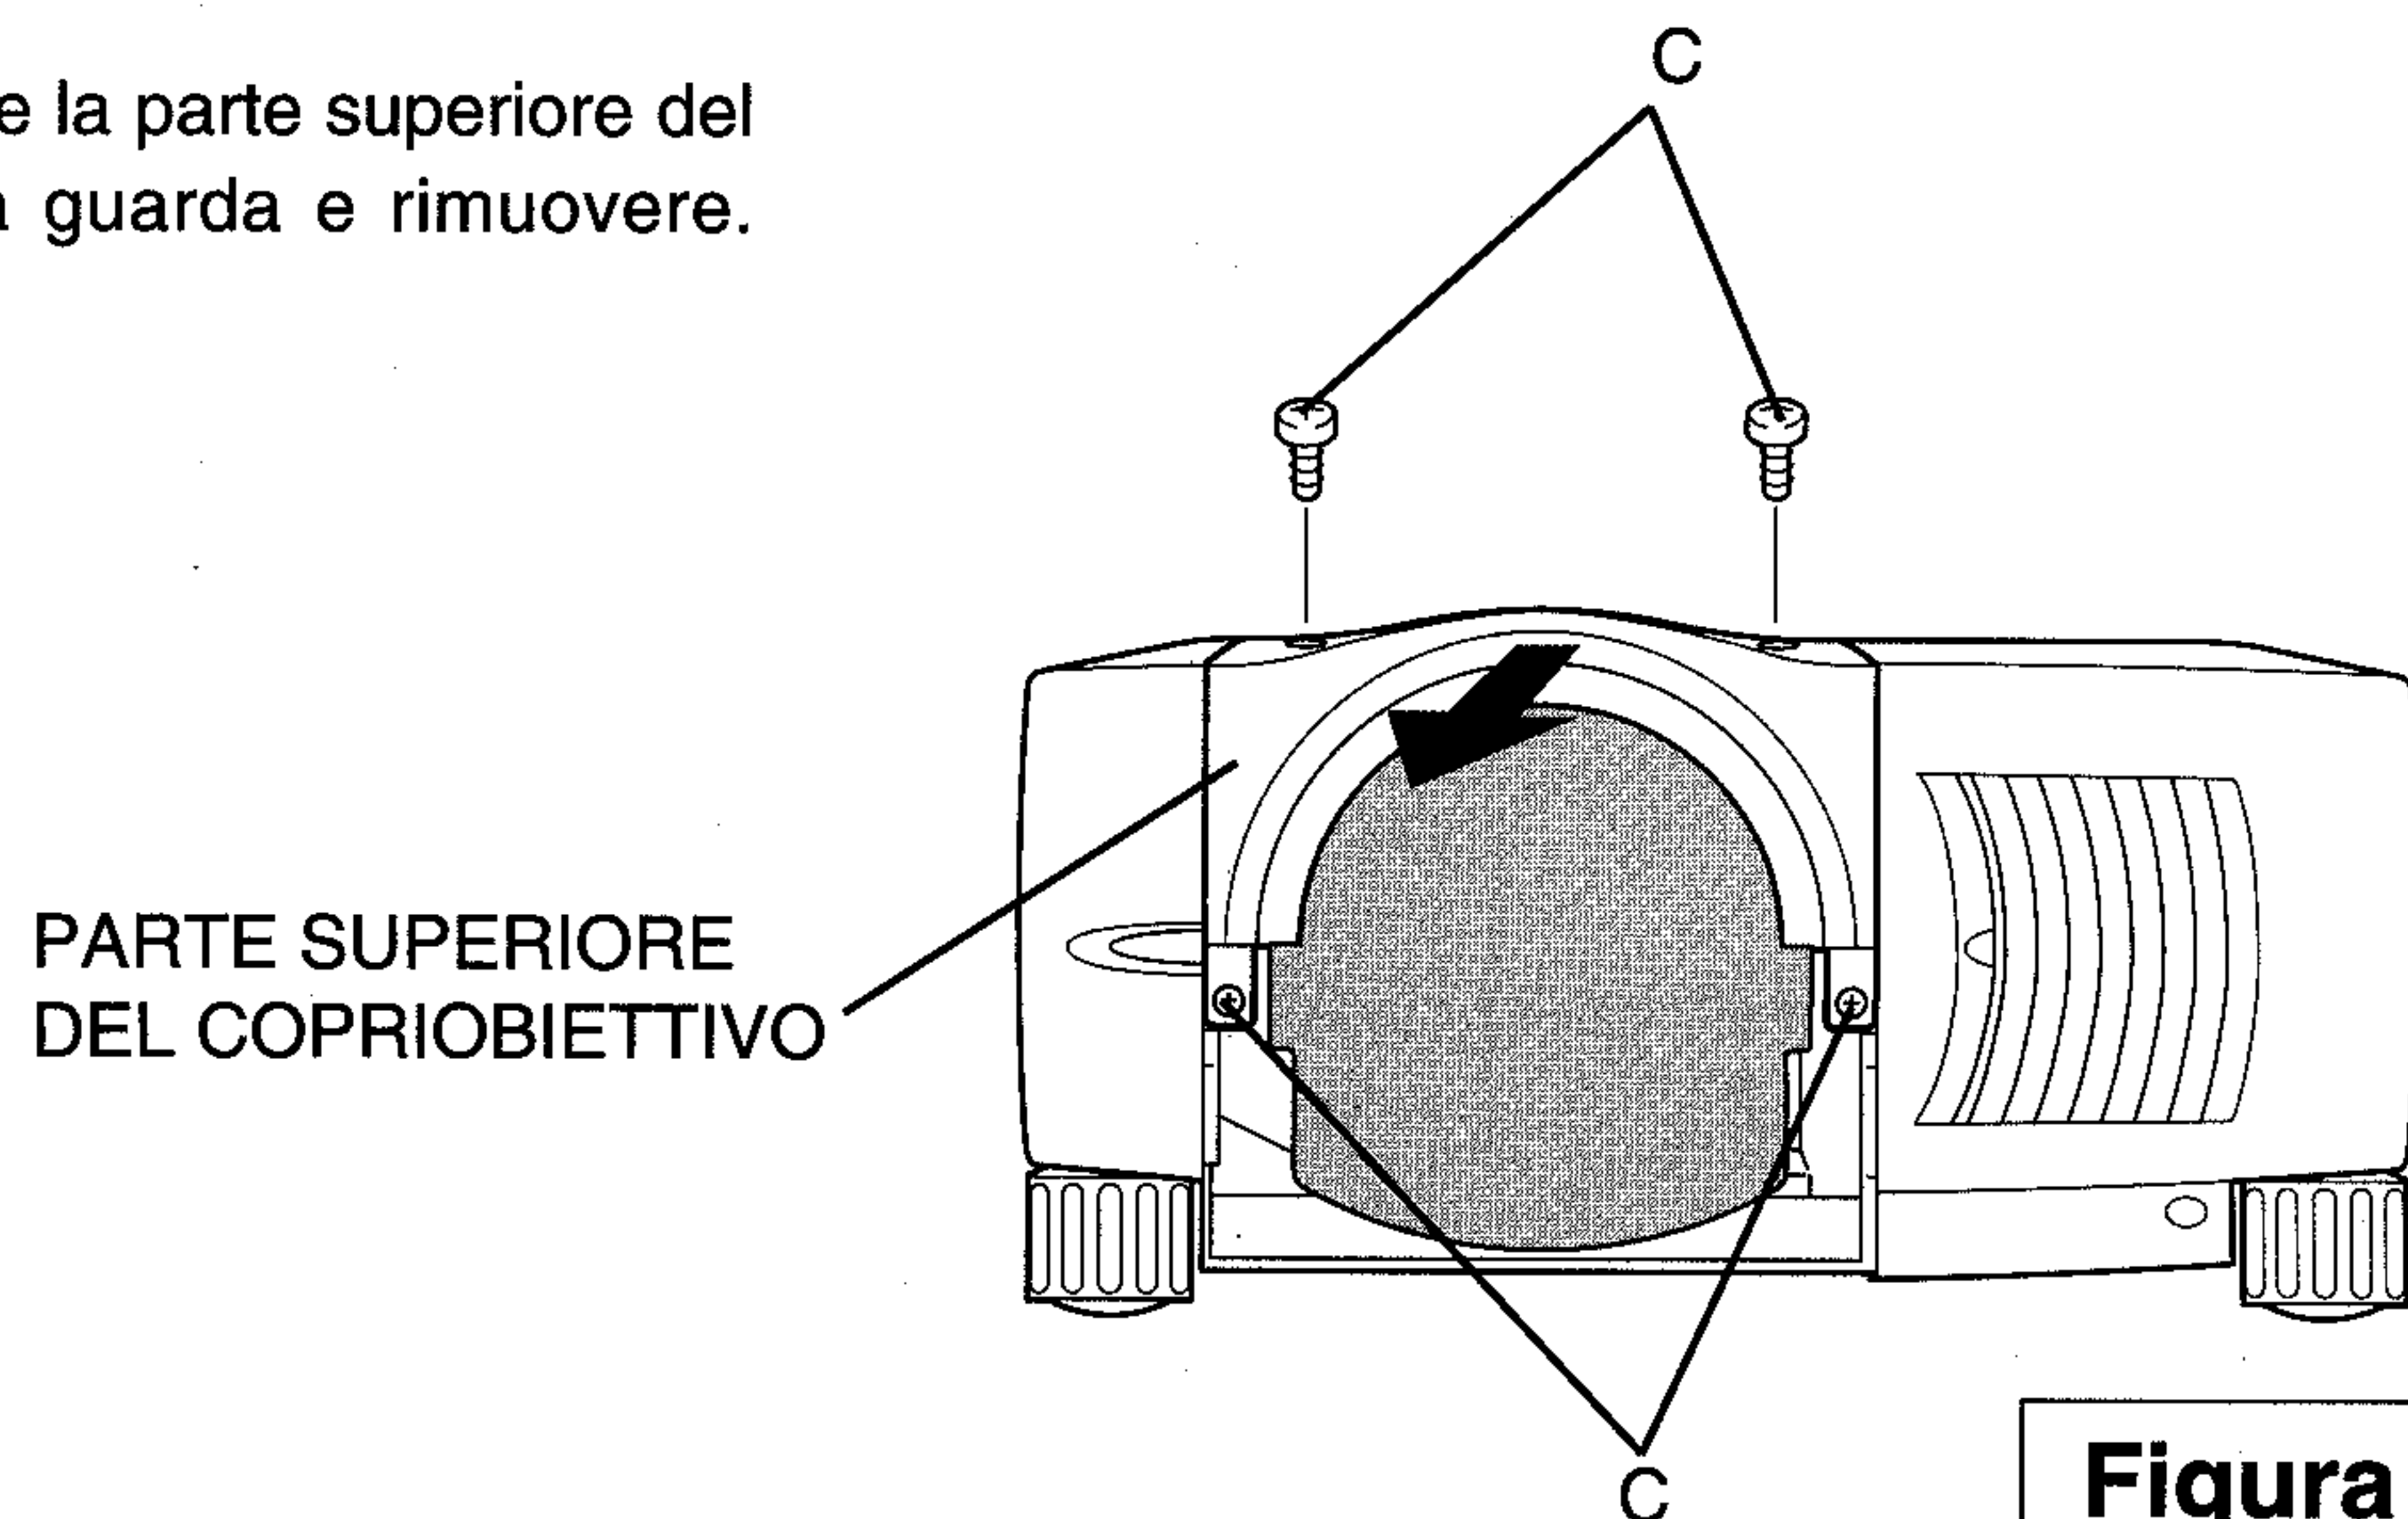
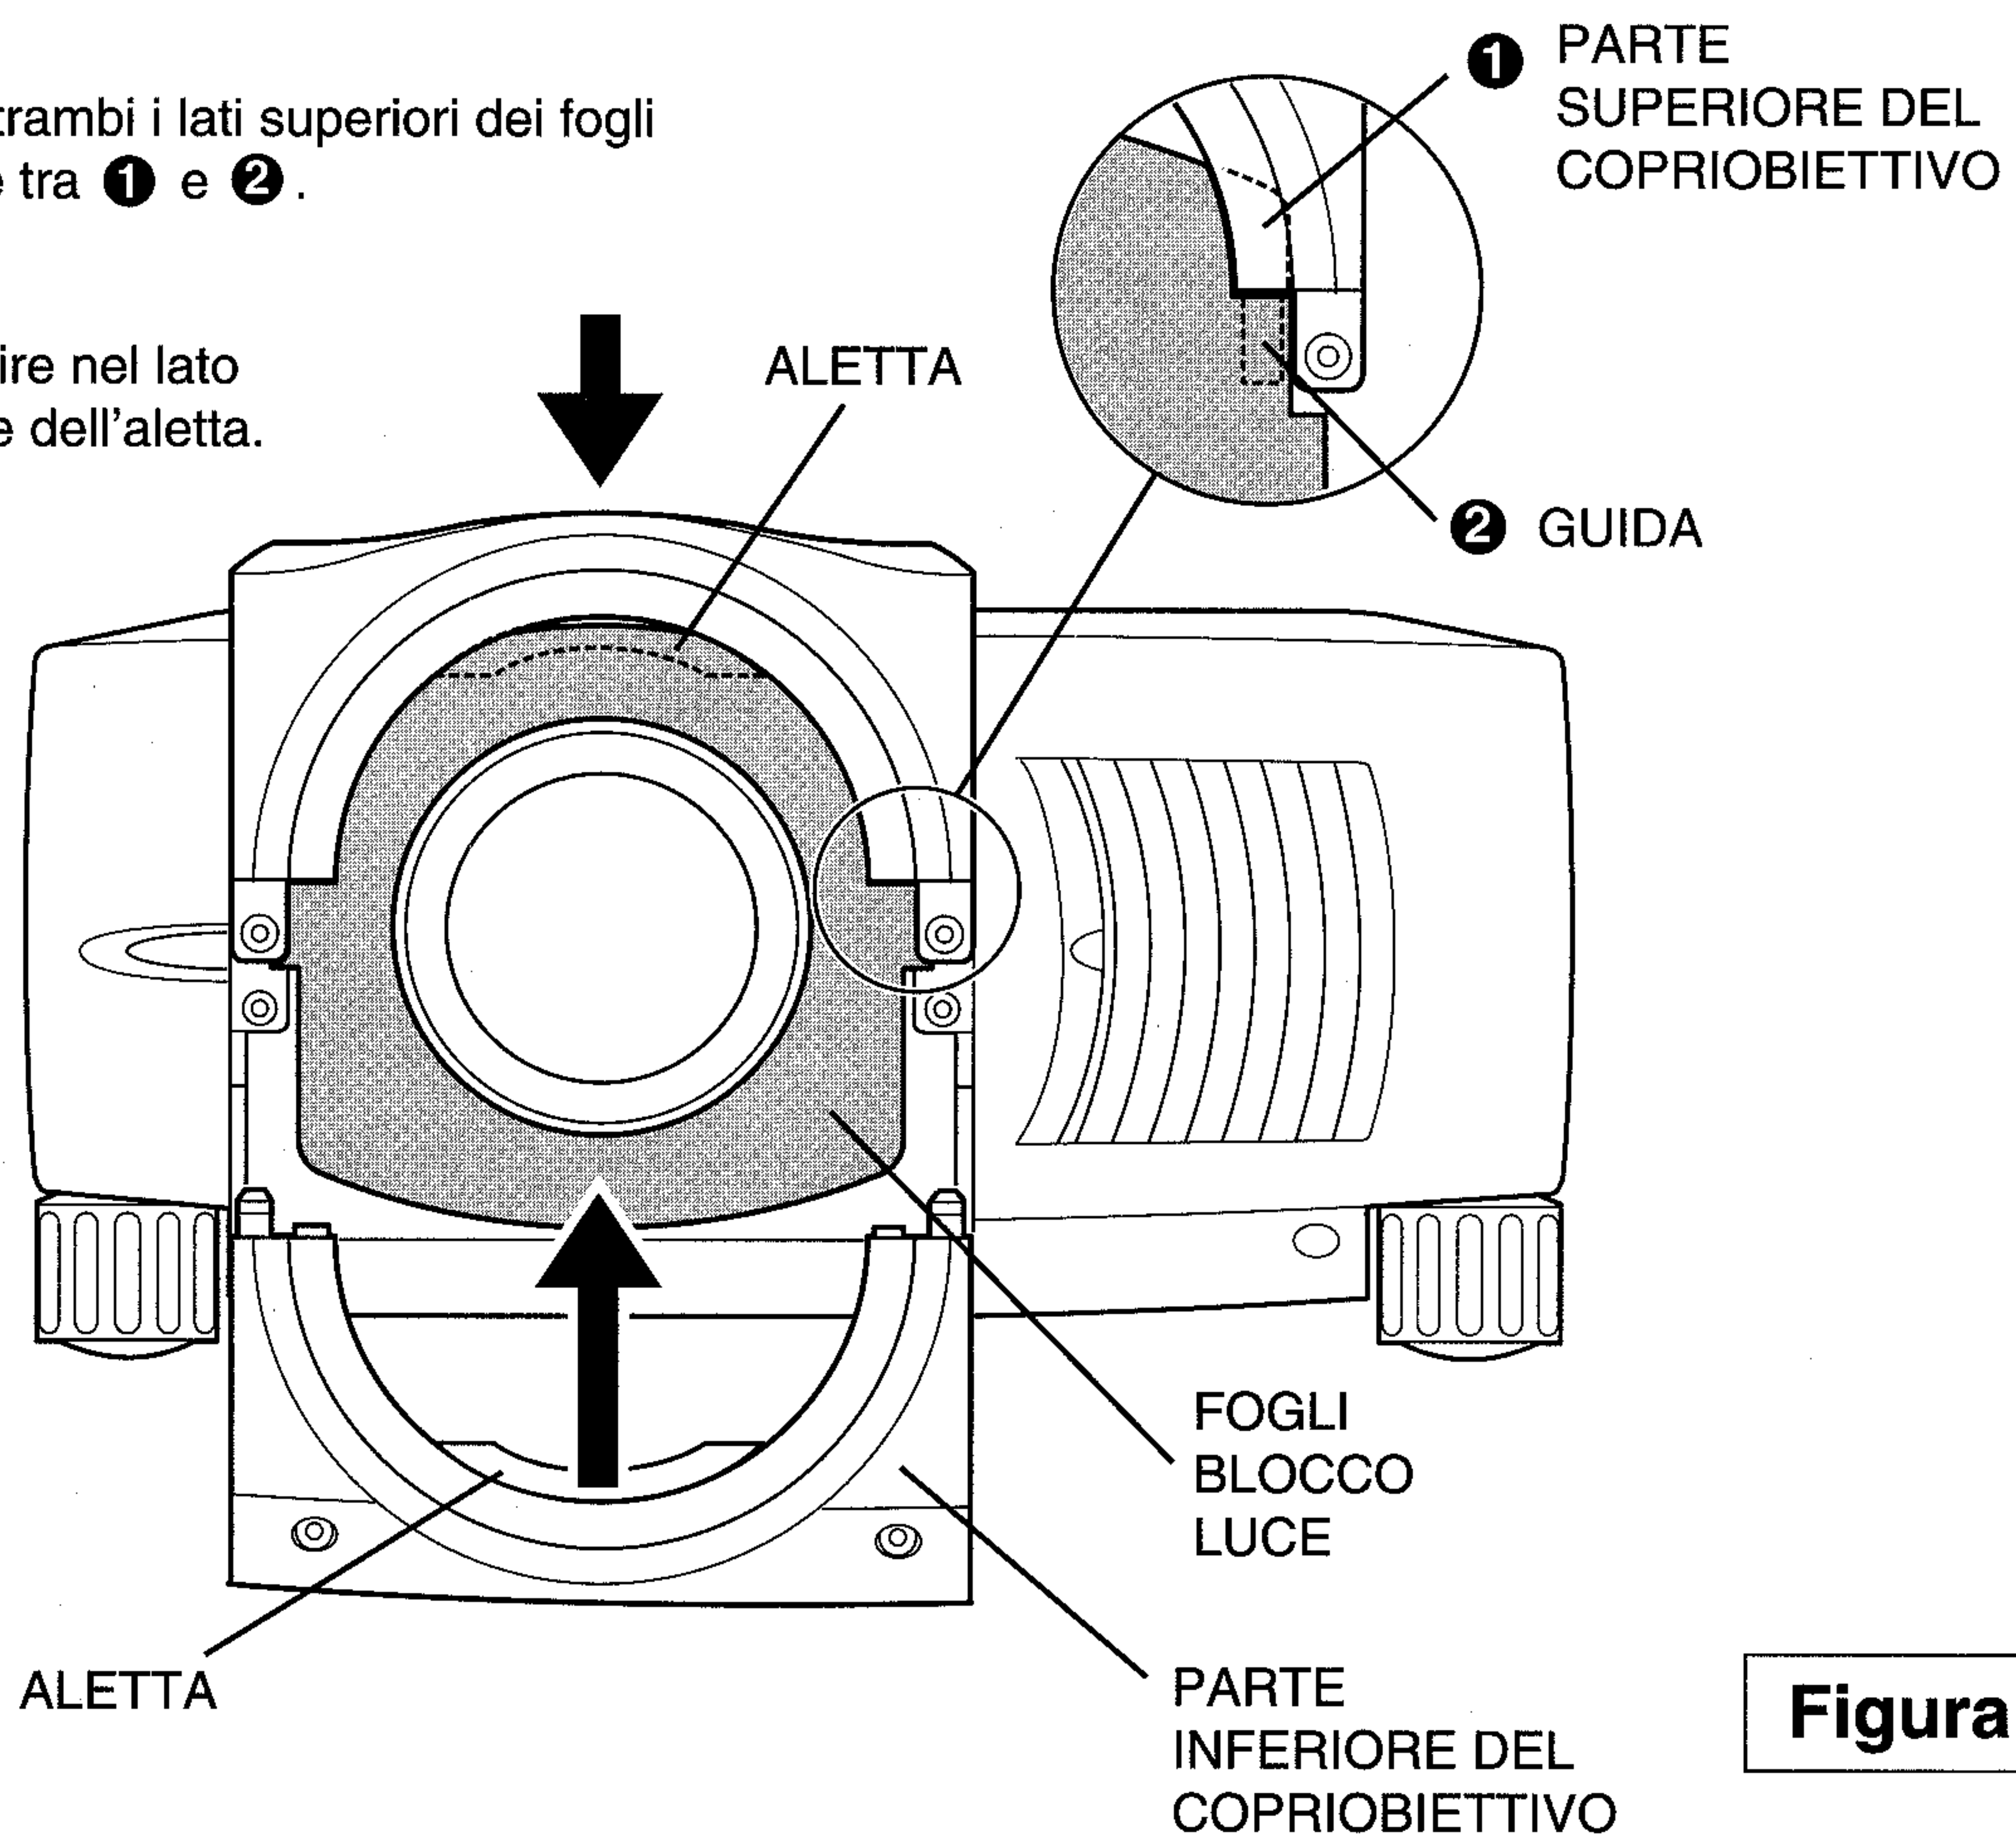

Figura 2
Figura 9
- 2** Rimuovere le 4 viti C. Tirare la parte superiore del copriobiettivo verso chi la guarda e rimuovere. (Vedere la figura 2.)
8 Sostituire la parte superiore del copriobiettivo. Fissare la parte superiore del copriobiettivo con 4 viti C. (Vedere la figura 2.) Ad eccezione dei modelli LNS-W01, LNS-W01Z, LNS-T01 e LNS-T01Z, procedere come descritto sotto. Inserire i fogli blocco luce nella guida della parte superiore del copriobiettivo e sistemarli di fronte all'aletta. (Vedere la figura 9.)
9 Sostituire la parte inferiore del copriobiettivo. Fissare la parte inferiore del copriobiettivo con 2 viti A. (Vedere la figura 2.) Ad eccezione dei modelli LNS-W01, LNS-W01Z, LNS-T01 e LNS-T01Z, procedere come descritto sotto. Inserire i fogli blocco luce nella guida della parte inferiore del copriobiettivo e sistemarli di fronte all'aletta. (Vedere la figura 9.)